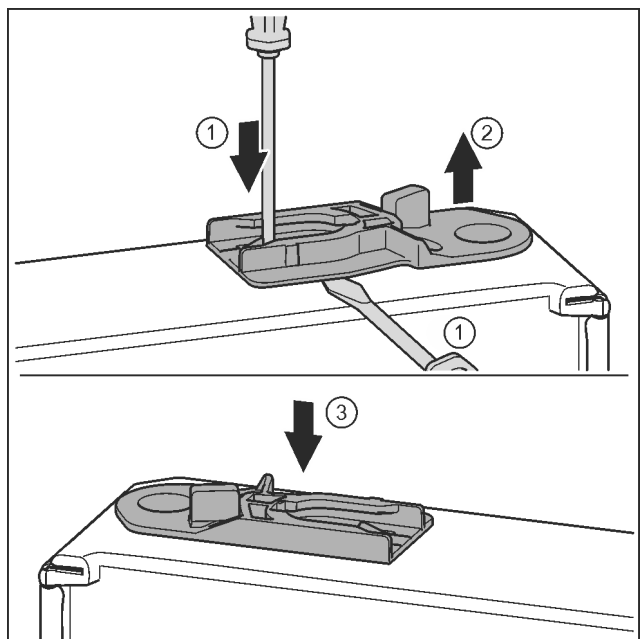

Fig. 32
- ▶ Витягніть направляюче гніздо: Натисніть шліцевою викруткою накладку і одночасно підведіть її під направляюче гніздо. Fig. 32 (1, 2)
- ▶ Направляюче гніздо, що входить до складу поставки, вставити з іншого боку корпусу. Fig. 32 (3)